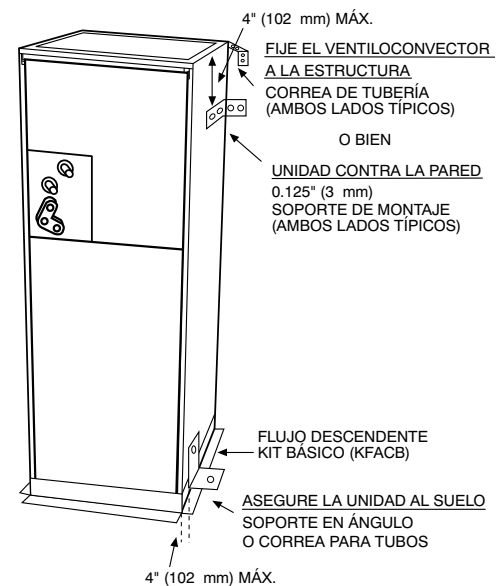

Fig. 9: Aplicaciones para viviendas móviles y fabricadas
- b. Si el ventilador está contra la pared, fije el ventilador al espárrago de la pared con soportes en ángulo recto de 1/8" (3 mm). Fije los soportes al ventilador con tornillos autorroscantes n.º 10 y al espárrago de pared con tornillos de retardo de 5/16" (Fig. 9).